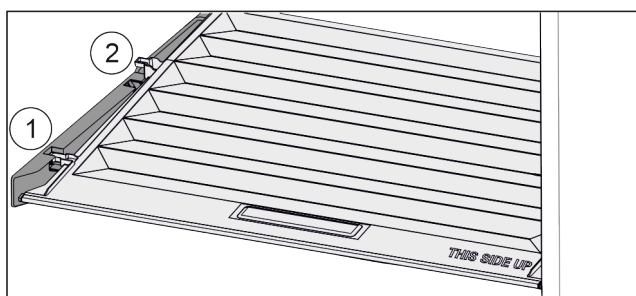

Fig. 75
- ▶ Pokrov povlecite naprej Fig. 75 (1) do odprtine v držalnih delih.
- ▶ Zadaj ga od spodaj dvignite in odstranite Fig. 75 (2) navzgor.